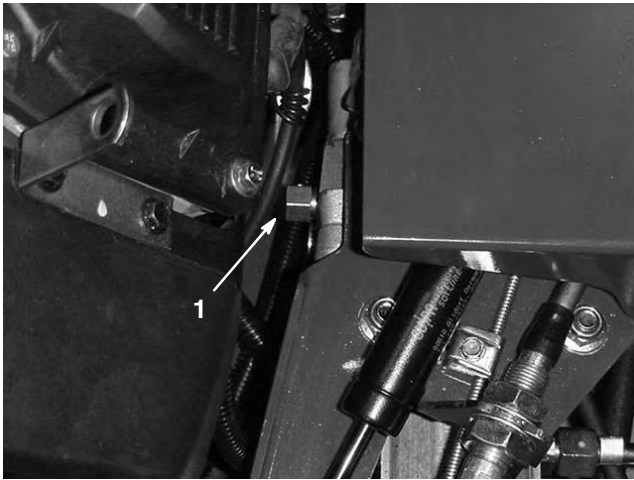

Figure 31
2. À l'aide d'une clé de 5/8 pouce, tournez la vanne de dérivation de 1 tour dans le sens anti-horaire si vous voulez pousser ou remorquer la machine. Cela permet au liquide hydraulique de contourner la pompe et aux roues de tourner (Fig. 31).
Tournez la vanne de dérivation une fois dans le sens horaire pour utiliser l'aérateur (Fig. 31).